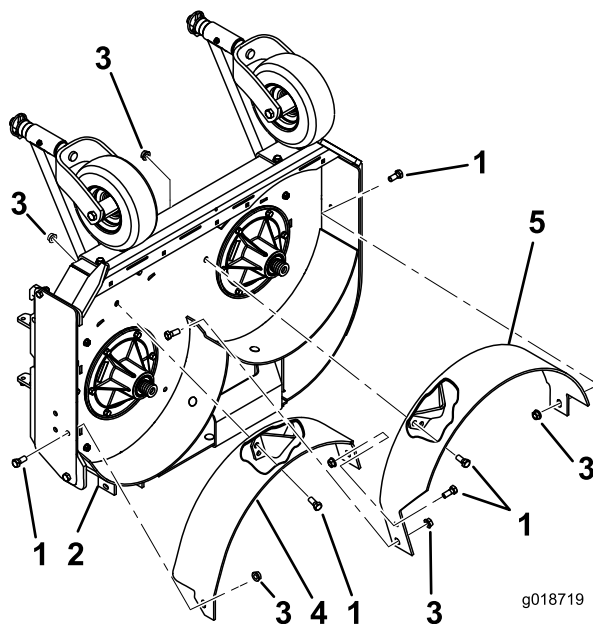

Figura 6
7. Sujete provisionalmente el deflector izquierdo al deflector derecho con 1 perno (3/8 x 7/8 pulgada) y 1 tuerca con arandela prensada (3/8 pulgada) (Figura 6).
2. Sujete provisionalmente el deflector derecho a la carcasa de corte con 1 perno (3/8 x 7/8 pulgada) y 1 tuerca con arandela prensada (3/8 pulgada) (Figura 6).
3. Sujete provisionalmente el deflector derecho a la placa de descarga con 1 perno (3/8 x 7/8 pulgada) y 1 tuerca con arandela prensada (3/8 pulgada) (Figura 6).
5. Sujete provisionalmente el deflector izquierdo a la carcasa de corte con 2 pernos (3/8 x 7/8 pulgada) y 2 tuercas con arandela prensada (3/8 pulgada) (Figura 6).
6. Sujete provisionalmente el deflector izquierdo a la pared izquierda de la carcasa de corte con 1 perno (3/8 x 7/8 pulgada) y una tuerca con arandela prensada (3/8 pulgada) (Figura 6).
6. Apriete todos los pernos y las tuercas de los deflectores (Figura 6).